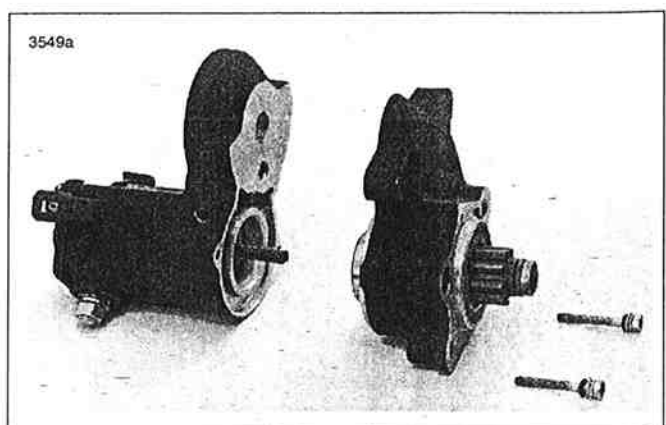

Figura 5-14. Extracción de la caja de propulsión del arranque
16. Vea la Figura 5-14. Retire los dos tornillos de montaje de la caja de propulsión (con arandelas y arandelas de seguridad). Separe la caja de propulsión de la carcasa del solenoide.